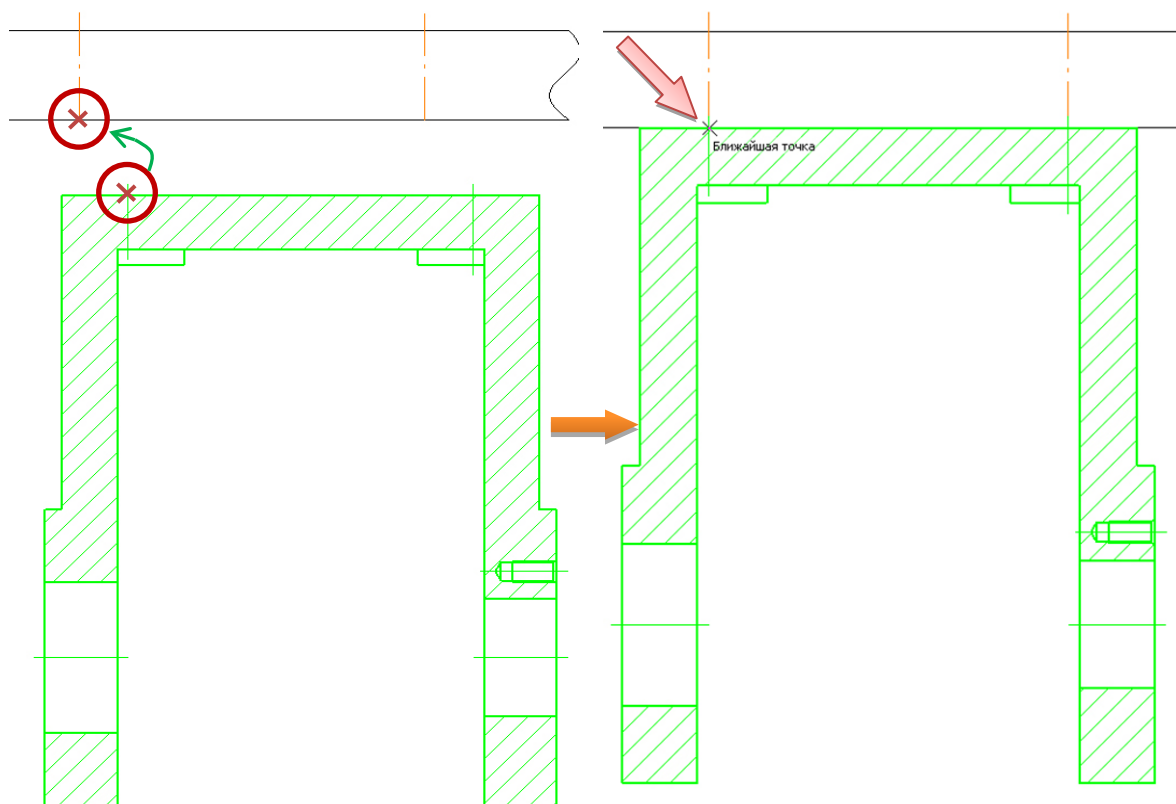

Рис. 4.5. Установка кронштейна
- Выберите команду «Переместить по координатам»  Переместить по координатам на вкладке «Правка». Переместите изображение детали «Кронштейн», совместив базовую точку детали «Кронштейн» с базовой точкой обстановки (рис. 4.5).